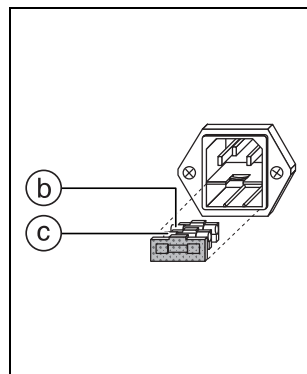

Fig. 2.2
Remplacer le fusible défectueux ② par le fusible de réserve ③ dont on aura préalablement vérifié l'ampérage (fig. 2.2).
Retirar el fusible dañado ② y reemplazarlo por el fusible de reserva ③ no sin antes haber comprobado que las características de este último son correctas (Fig. 2.2).